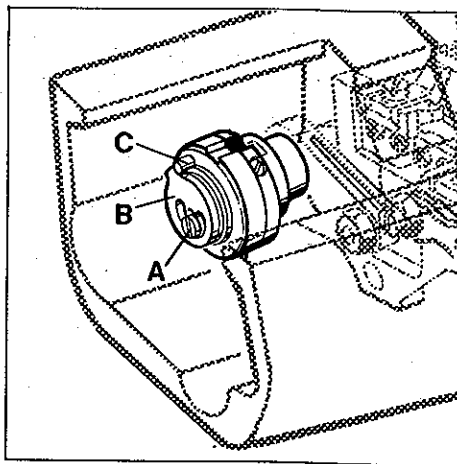

Fig.72
Loosen screw (A, Fig. 72). Adjust the largest possible stitch length, the main feed dog should have equal clearance on all sides of the throat plate slots. Then turn the stop (B) against roll pin (C). Retighten screw (A).
Lösen Sie die Schraube (A, Fig. 72). Stellen Sie die größtmögliche Stichlänge ein, der Haupttransporteur muß an allen Seiten der Stichplattenschlitze einen gleichmäßigen Abstand haben. Drehen Sie dann den Anschlag (B) gegen die Spannhülse (C). Ziehen Sie die Schraube (A) wieder an.